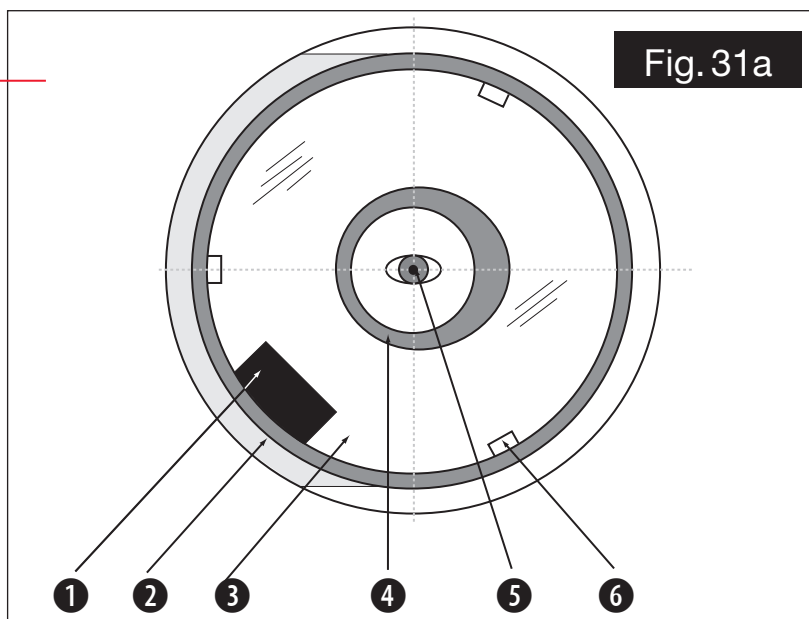
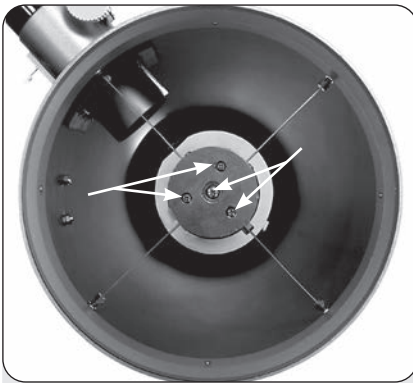

Fig. 31a: un télescope Schmidt-Newton bien collimaté, tel que l'on peut le voir à travers le porte oculaire, sans oculaire.
Fig. 31b: les 4 vis de collimation du support du miroir secondaire
1. Observez à travers le porte oculaire et orientez vous de manière à ce que le miroir primaire du télescope soit à votre droite et la lame de fermeture placée à l'avant du télescope à votre gauche. Le miroir secondaire apparaît alors centré (2, Fig. 31a). Si le miroir secondaire est décentré, réglez les 4 vis de collimation de son support de manière à le centrer.
- Si la réflexion du miroir primaire (3, Fig. 31a) n'est pas centrée dans le miroir secondaire, réglez les 4 vis de collimation situées sur le support du miroir secondaire pour centrer la réflexion. Comme décrit ci-dessus, les 4 vis de collimation (Fig. 31b) sur le support plastique du miroir secondaire servent à deux réglages différents durant la procédure.